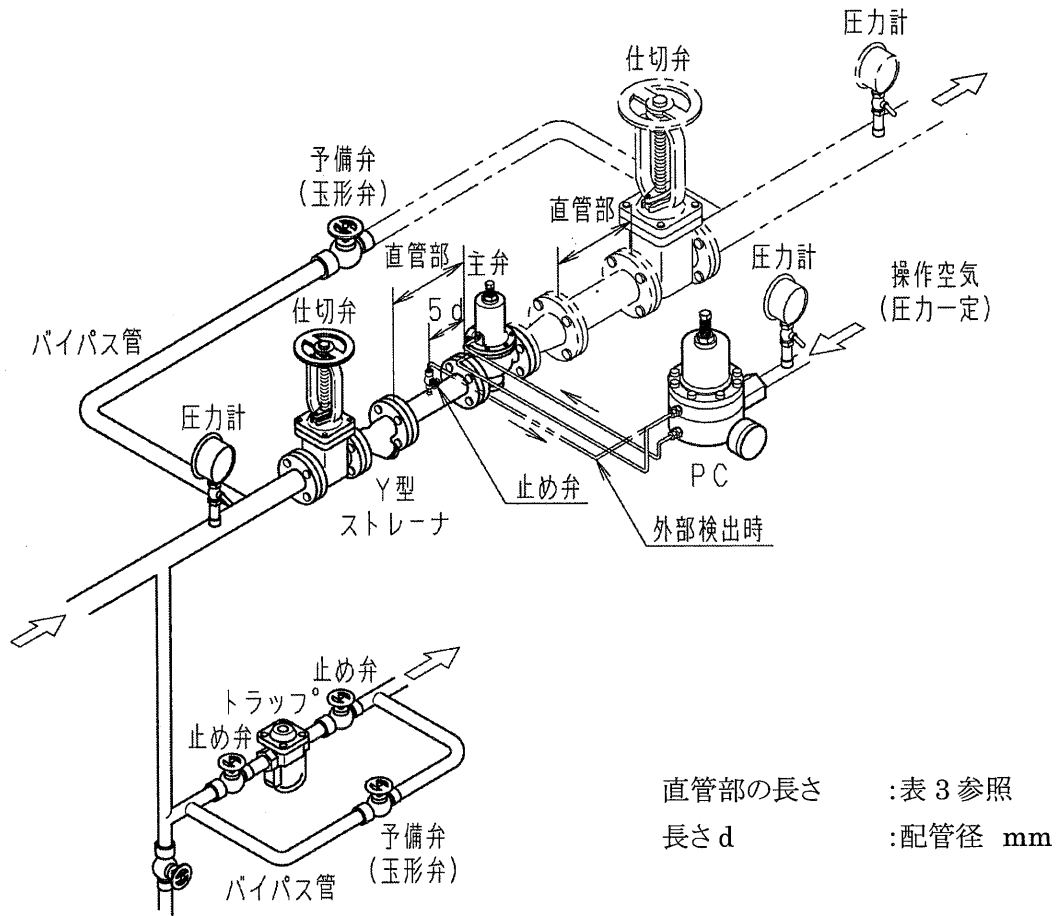
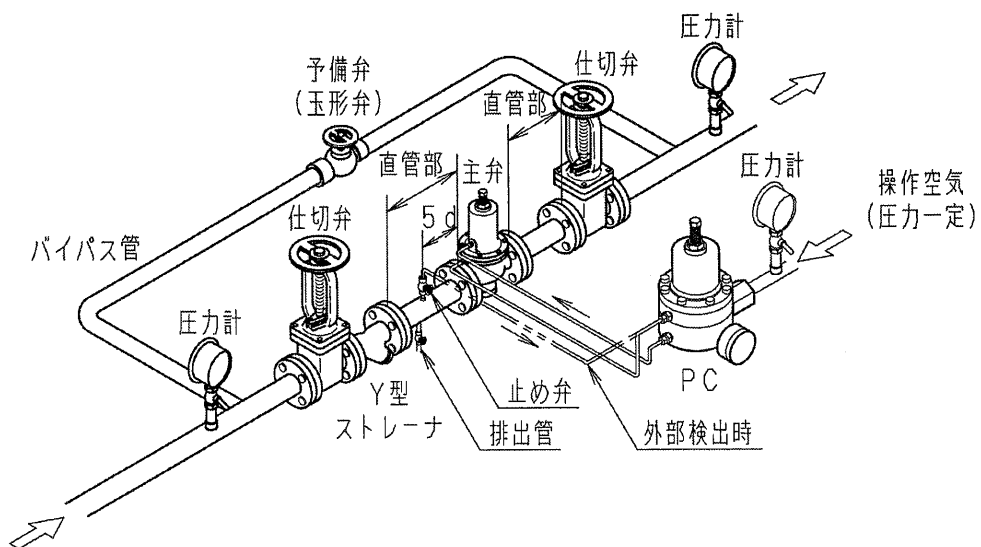

図 6 配管例(気体用)
図 7 配管例(液体用)
- (1) 本弁を取り付ける配管には図 6 及び図 7 に示すように、Y 型ストレーナ及び予備弁(玉形弁)、さらには前後弁(仕切弁)及び圧力計を設置してください。